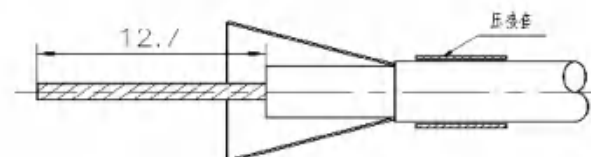

图 4.1-9
②按图 4.1-9 示将压接套向后滑动到电缆外套上, 将屏蔽层张开, 将电缆绝缘介质剥去。